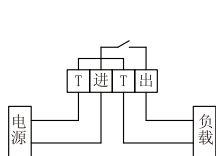

图21
- 1、直接控制方式的接线：被控制的电器是单相供电，功耗不超过本开关的额定容量，可采用直接控制方式，接线方法如图21所示。
- 注：1、负载可为路灯，OUT (输出)可直接接在灯管的两根线上。（如图21所示）。